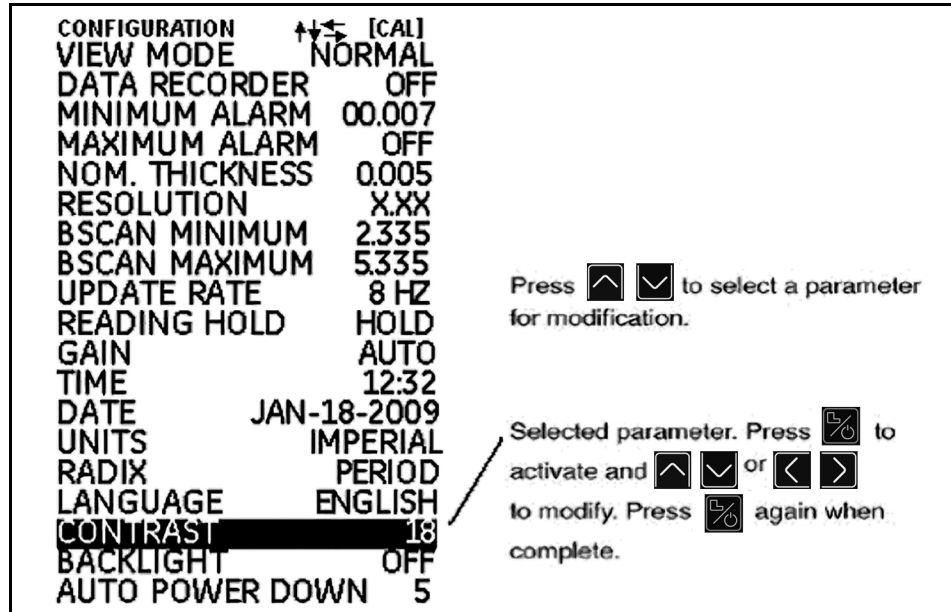

Abbildung 6: Konfiguration
- **Konfiguration** - Hierüber ist der Zugriff auf die Gerätesteuerung möglich. Die Funktionen auf diesem Bildschirm hängen von den installierten Optionen ab (siehe *Abbildung 6 auf Seite 13*). Der Inhalt der Anzeige Konfiguration hängt von den installierten Optionen ab.